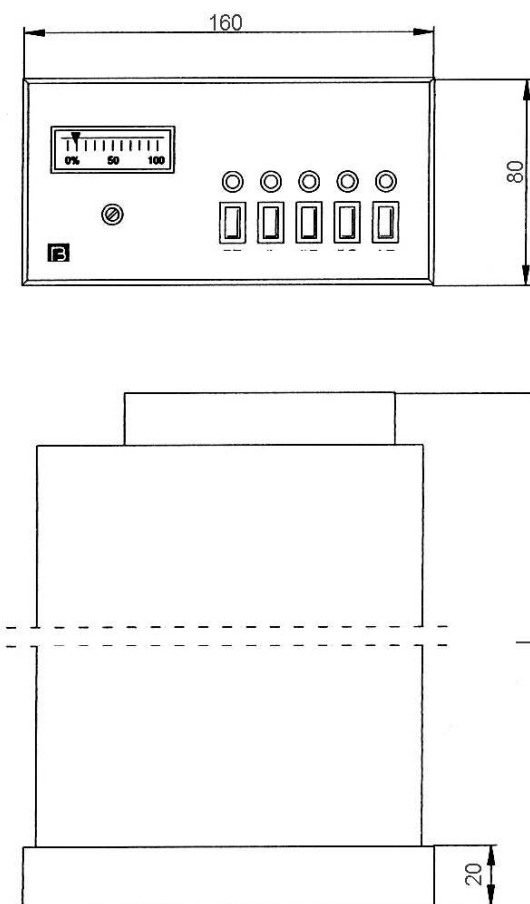

Рис. 1 Габаритные и установочные размеры БУЭП, БУЭП(У)
6. Габаритные и установочные размеры: см. рис. 1.